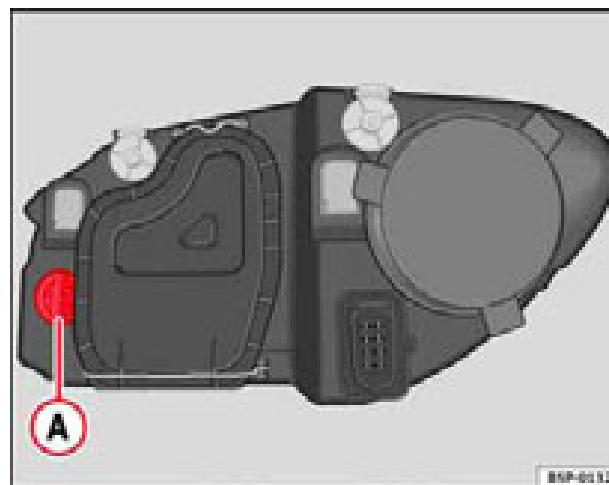

Fig. 156 Lámpara luz intermitente
- Gire el portalámparas ⇒ fig. 156 **A** a la izquierda y tirar.